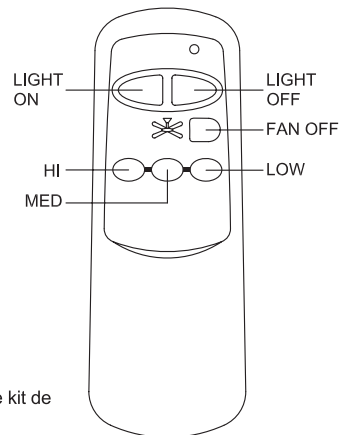

Fig. 1.1
3. Raccorder les câbles comme indiqué aux fig. 1.1 et 1.2. Le détecteur IR doit être monté à l'extérieur du chapeau. Sa position dépend des conditions de réception IR (fig. 2).